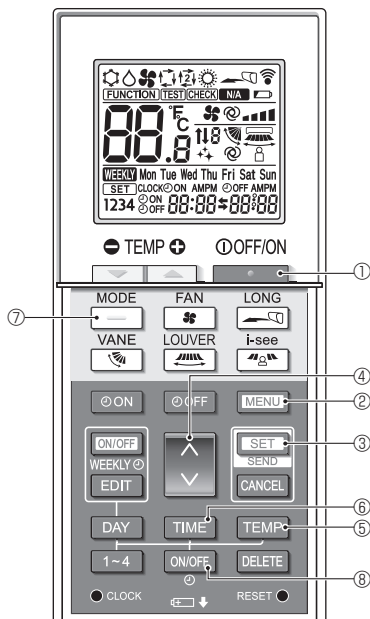

Fig. 6-9
- Prikazuje se zaslon za postavljanje funkcija i treperi funkcija br. A. (Fig. 6-9)